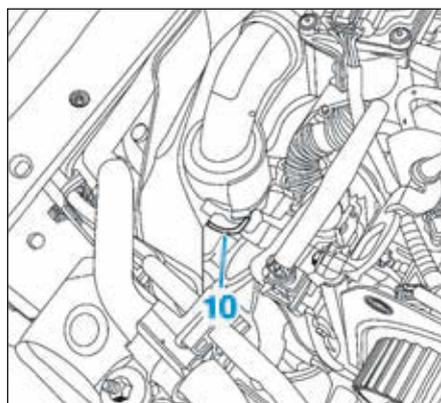

FIG.50
- Tirer l'agrafe (10) du conduit de turbocompresseur (Fig.50).